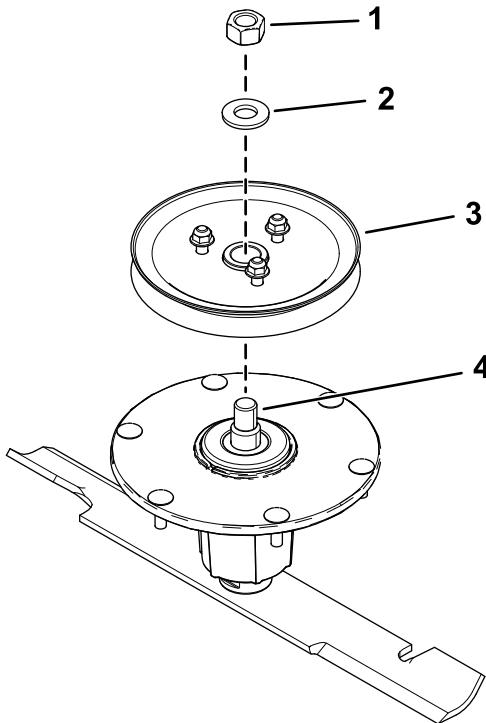

Figura 9
5. Montate il gruppo gola sull'alberino con la rondella e il dado superiore (Figura 9)